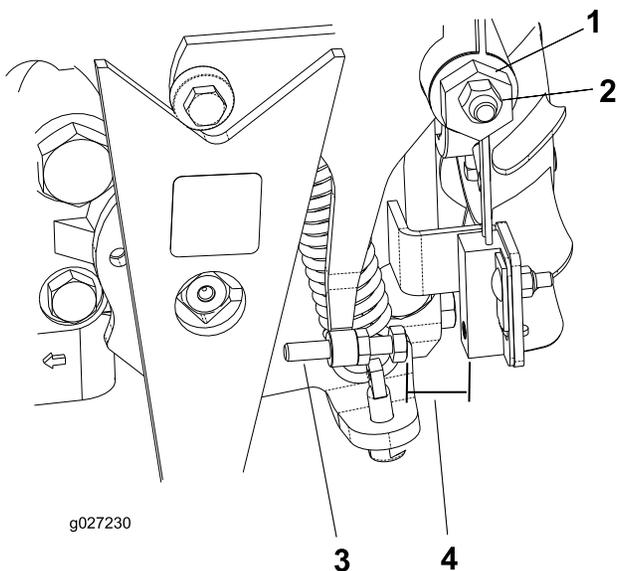

Figura 35
4. Allentate il dado di bloccaggio sulla camma di regolazione della trazione (Figura 35).
- Avviate il motore e girate in entrambe le direzioni l'esagono della camma (Figura 35) per stabilire la posizione centrale del range di folle.
- Regolate le vite fino a ottenere un traferro di 0,8–2,3 mm; fate riferimento a Figura 35.